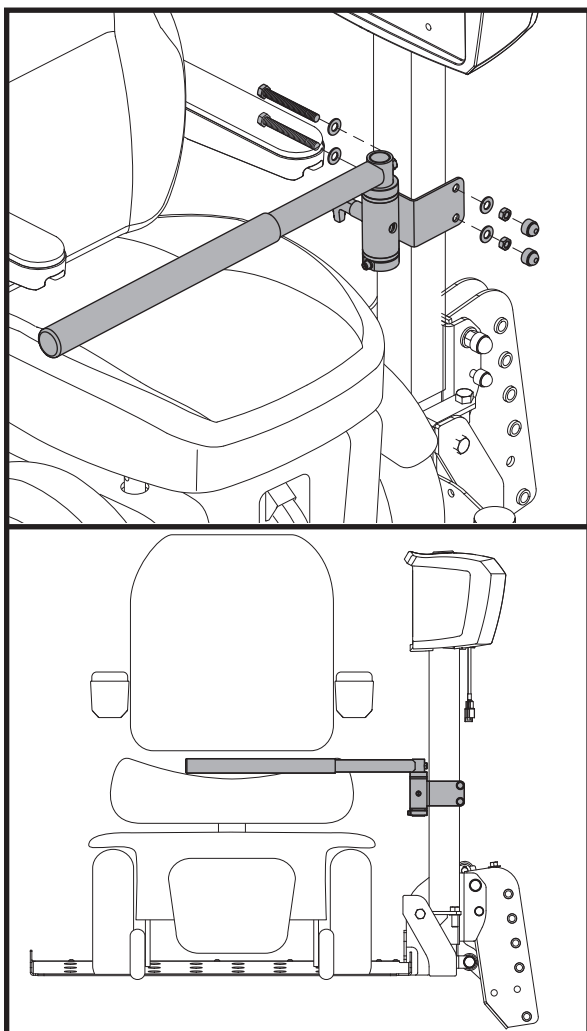

Figure 5. Installation de la barre de blocage
3. Placez la barre de blocage du fauteuil motorisé sur le siège à l'intérieur du coussin. Une fois fixée, attachez la barre au dispositif au moyen des fixations fournies. **Voir la figure 5.**